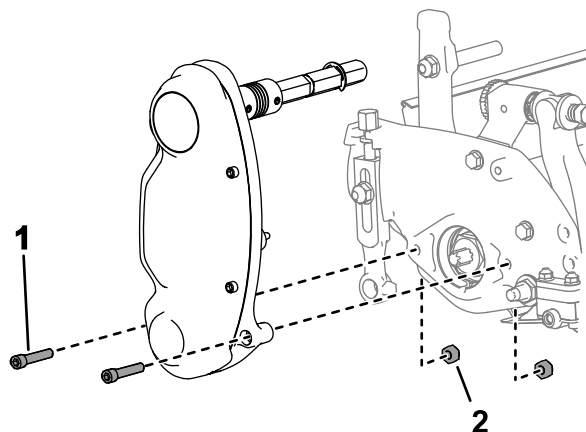

Рисунок 6
1. Снимите детали крепления узла привода барабана к боковой пластине (Рисунок 6).
2. Отверните гайки с внутренней стороны боковой пластины (Рисунок 6).